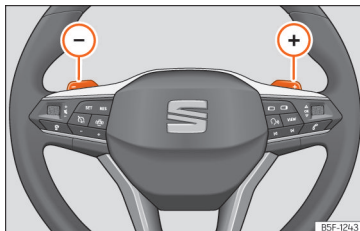

Abb. 139 Lenkrad: Hebel für Automatikgetriebe.
- Tippen Sie die Schaltwippe (+), um einen Gang hochzuschalten »» **Abb. 139**.